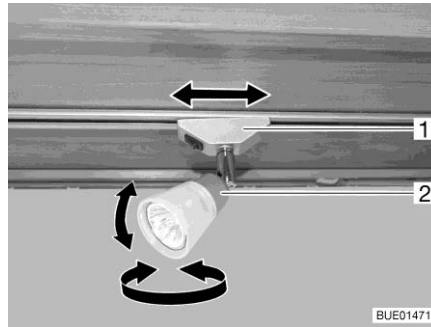
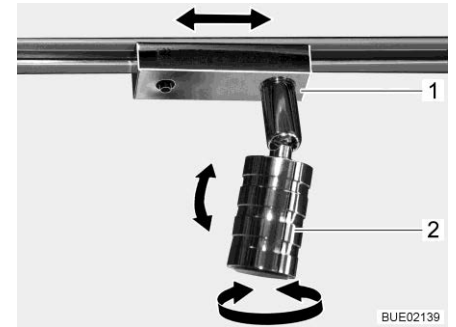

Fig. 84 Spot
Fig. 85 Spot (alternative)
**Tourner :** ■ Saisir le boîtier (Fig. 84,2 ou Fig. 85,2) et le tourner.
**Faire coulisser :** ■ Saisir le socle (Fig. 84,1 ou Fig. 85,1) et le tourner d'env. 45°.
**Enlever :** ■ Saisir le socle (Fig. 84,1 ou Fig. 85,1) et le tourner de 90°.